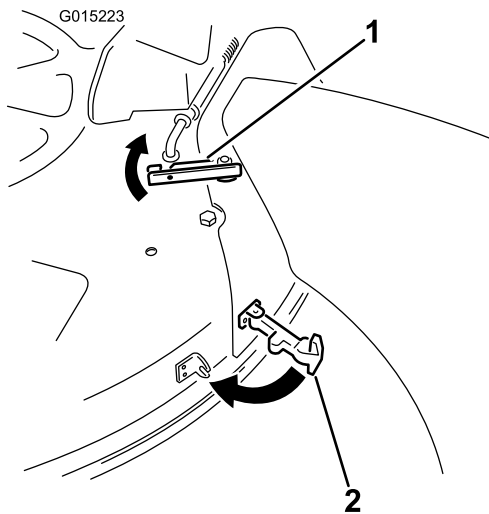

Figura 22
- En la parte superior del conducto, enganche el cierre superior alrededor de la varilla de giro del deflector, según se muestra en Figura 22.
- Para sujetar el conducto a la carcasa de corte, enganche el cierre flexible del conducto en el soporte de retención soldado a la carcasa de corte (Figura 22).